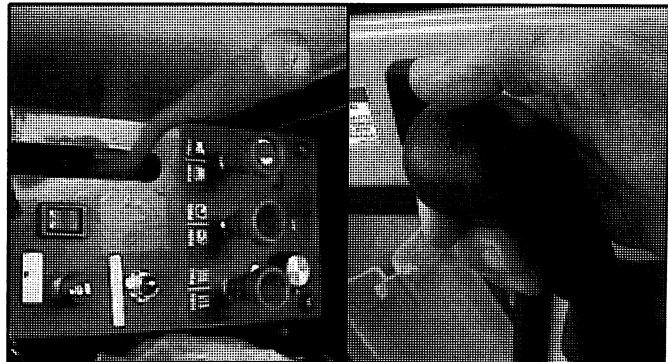

FIG. 8C
I. Gradually move the throttle control lever to the high idle position, see Fig. 8C. (*Gradualmente mueva la palanca de aceleración hasta su máximo recorrido, ver Fig. 8C*)
J. The One Touch Decel switch is located on the right control handle, see Fig. 8C. Depress it twice to achieve the self centering of the throttle mechanism from the full throttle position. **“DO NOT TOUCH THE THROTTLE LEVER UNTIL THE THROTTLE LEVER STOP BOLT HAS BEEN ADJUSTED”** (*Presione el interruptor de desaceleración, ver Fig. 8C, para lograr el centrado del mecanismo de aceleración. “NO TOQUE EL ACELERADOR HASTA NO HABER AJUSTADO EL TORNILLO DE TOPE DE LA PALANCA DE ACELERACION”*)